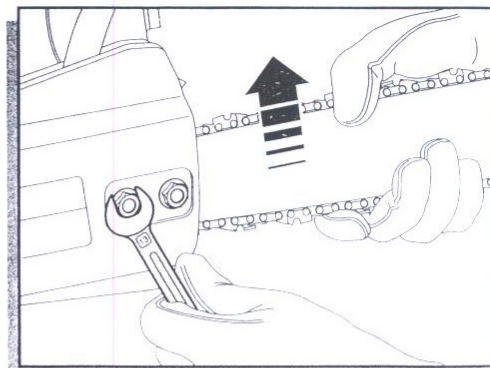

fig. 6
- Monter skærmen over koblingen og fingerspænd møtrikken (fig.6)